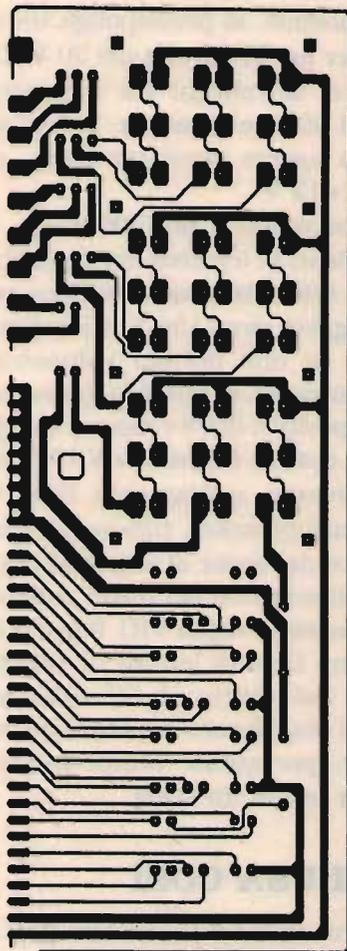
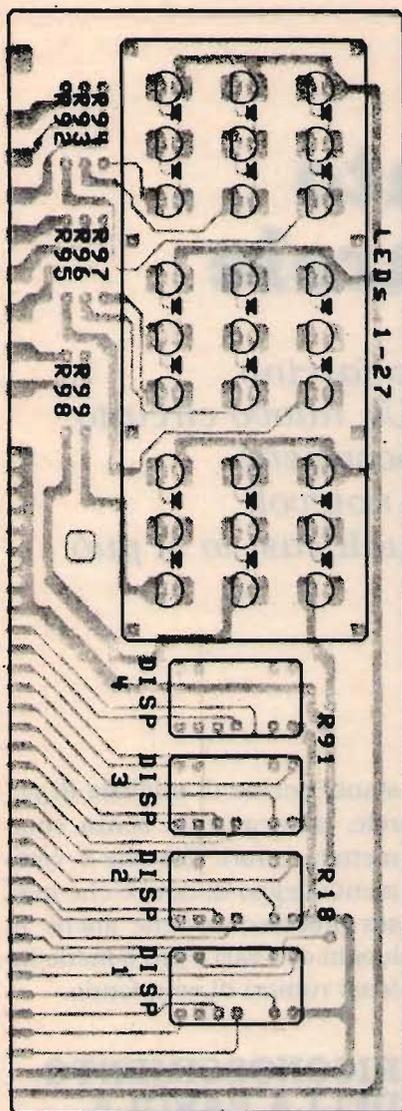

Figura 6. Circuito stampato della basetta del display, in scala 1:1.
Figura 8. Piano di montaggio della basetta del display.
**I**l progetto prevede 2 basette a circuito stampato: una, a doppia faccia, per i circuiti di misura veri e propri (**figure 5A** e **5B**) e una per il visualizzatore (**figura 6**).
La basetta del display, più semplice e a faccia singola, è riprodotta in **figura 6**, mentre l'elementare piano di montaggio è visibile in **figura 8**. Prima di assemblare i componenti, si dovrà preparare uno schermo che consenta di individuare univocamente la serie di 3 led che, tra le
9 disponibili, risulta illuminata. Tale schermo potrà essere costruito con un po' di cartoncino spesso o con del laminato per circuiti stampati. Il telaio principale avrà la forma rettangolare visibile in **figura 8**, e a questo si dovranno aggiungere i due setti centrali. Le piazzole rettangolari presenti sul c.s. potranno aiutare nel posizionamento dello schermo che, se realizzato in bachelite o vetronite ramata, potrà addirittura esservi saldato mediante un pezzetto di filo di rame nudo da 1 mm. In caso contrario, si potrà usare del collante epossidico o cianoacrilico. Si installeranno poi i 27 led, rispettandone la polarità e accertandosi che sporgano tutti della stessa lunghezza dal piano del c.s., e quindi i 4 display a sette segmenti, senza zoccoli, dopo averne asportato il piedino 3, che qui non viene utilizzato. Si faccia attenzione che, a saldatura avvenuta, tutti i display risultino perfettamente aderenti alla basetta. Si metteranno infine a dimora i resistori e, con la dovuta cautela, si salderanno i 43 piedini del connettore per il collegamento alla basetta-madre, che potrà anche essere effettuato con un breve tratto di piattina multipolare.